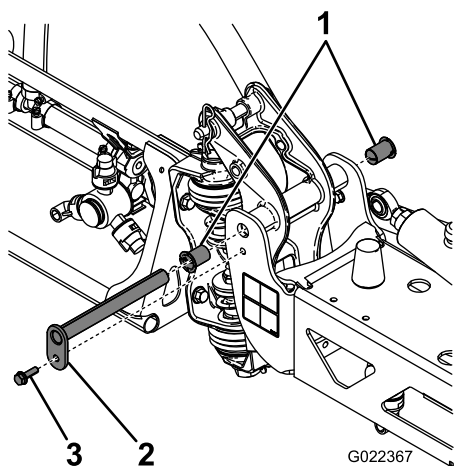

Figura 57
3. Con el peso del brazo apoyado, retire el perno y la tuerca que fijan el pasador de giro al conjunto del brazo (Figura 57).
6. Retire los casquillos de nailon desde delante y desde detrás del soporte de giro e inspecciónelos (Figura 57).
7. Aplique una pequeña cantidad de aceite en los casquillos de nylon e instálelos en el soporte del pivote (Figura 57).
8. Instale el conjunto de brazo y soporte del pivote en el bastidor central, alineando los orificios (Figura 57).
4. Retire el perno y la tuerca que sujetan el pasador de giro y retire el pasador (Figura 57).